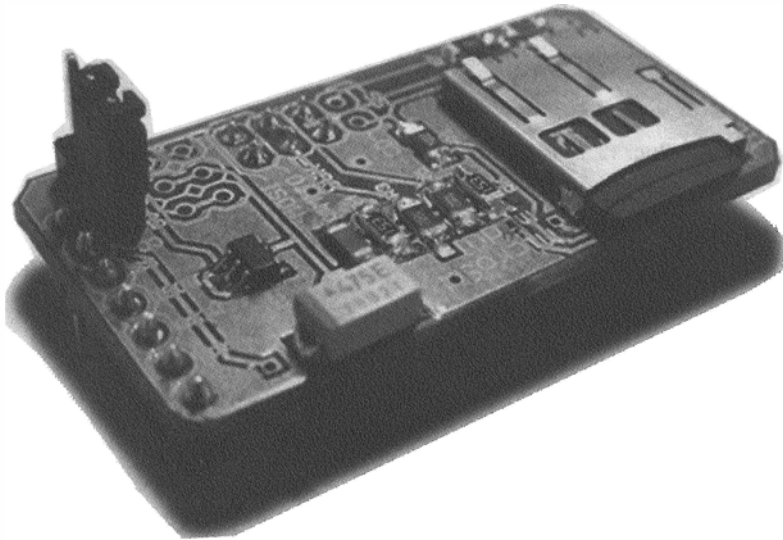

Рис. 13.7. Плата расширения Cooking Hacks Micro SD shield
- ◆ **Cooking Hacks Micro SD shield** (<http://www.exploringarduino.com/parts/cooking-hacks-SD-shield>) (рис. 13.7) используется для иллюстрации примеров этой главы. Это самый маленький переходник из рассматриваемых нами, и его можно подключить либо к цифровым контактам (8–13 на Uno), либо к 6-контактному ICSP на Arduino. При подключении к контактам 8–13 вход выбора CS соединен с контактом 10. При подключении к разъему ICSP вход CS можно соединить с любым контактом Arduino. Это полезно, если контакт 10 платы Arduino занят. Переходник поставляется с SD-картой 2 Гбайт.